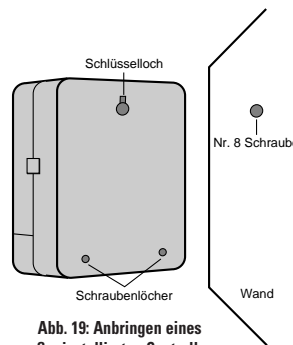

Abb. 19: Anbringen eines außeninstallierten Controllers
- Schieben Sie die schlüssellochartige Öffnung an der Rückseite des Controllers über die vorstehende Schraube. Schrauben Sie je eine Schraube der Größe 8 durch die beiden Öffnungen unten am Kasten in die Wand [siehe Abb. 19].